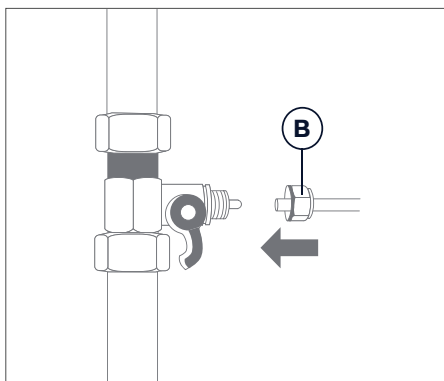
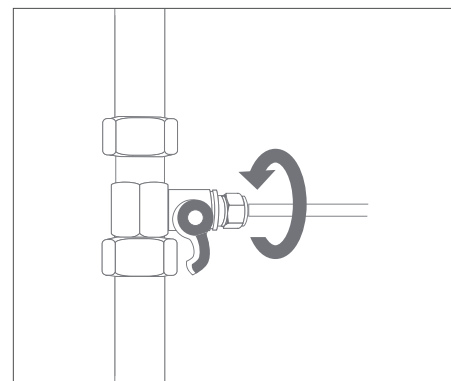

Рис. 7.
Рис. 8.
2. В гайку (в) проденьте трубку (рис. 7). Конец трубки наденьте на штуцер адаптера-вентилья до упора и плотно накрутите гайку, так как это показано на рис. 8.